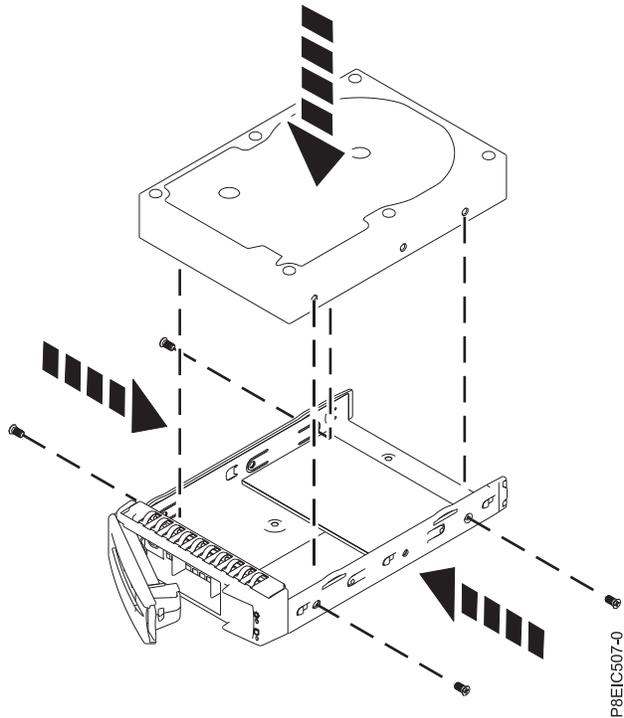

Abbildung 59. 3,5-Zoll-Laufwerk an der Halterung anbringen
- Ein 3,5-Zoll-Laufwerk passt genau auf die Halterung (siehe Abb. 59). Befestigen Sie das Laufwerk mit vier Schrauben (jeweils zwei auf jeder Seite) an den Seiten der Halterung.